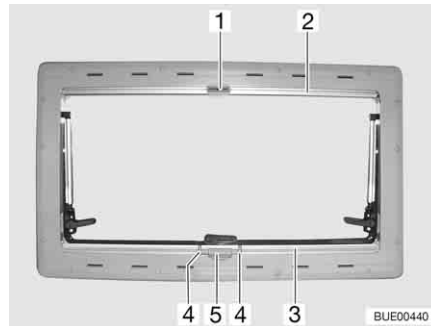

Fig. 84 Fenêtre projetante
- Appuyer sur la poignée (Fig. 84,4) et tirer de bas en haut le store occultant (Fig. 84,3) jusqu'à la hauteur souhaitée.
- Appuyer sur la poignée (Fig. 84,4). Le dispositif de blocage sera alors débloqué.
- Laisser revenir lentement le store occultant (Fig. 84,3) sur la position initiale.
- Tirer la moustiquaire (Fig. 84,2) vers le bas jusqu'à ce qu'elle touche le store occultant (Fig. 84,3) et que le verrou (Fig. 84,1) s'enclenche dans le dispositif de verrouillage (Fig. 84,5).
- Débloquer le verrou (Fig. 84,1).